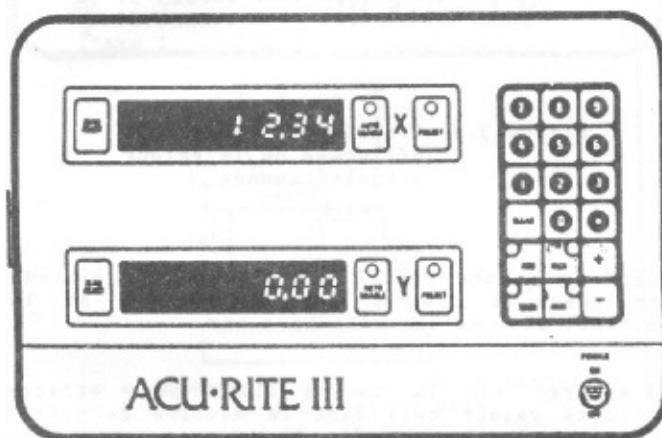

Figure 3.11 Position du compteur : introduction de la présélection - mode incrémental
f) pour présélectionner le mode incrémental à la valeur mentionnée précédemment : appuyer sur la touche plus ou moins selon que la valeur soit positive ou négative (voir Figure 3.11). La touche PRESET s'éteindra et l'affichage indiquera alors les valeurs présélectionnées.